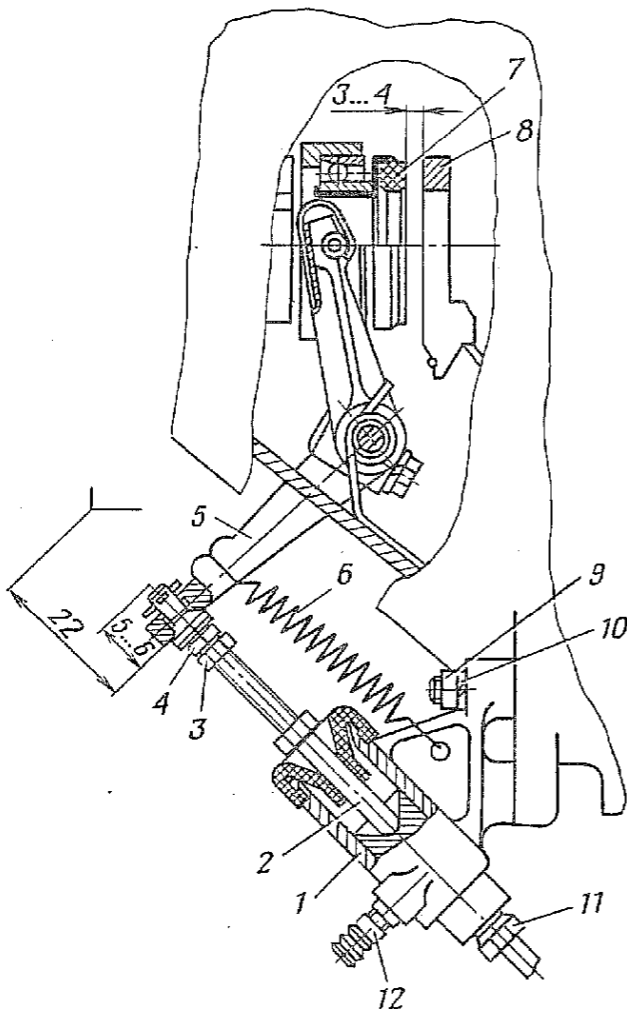

Рис. 53. Регулировка свободного хода привода выключения сцепления:
5.2. Снять оттяжную пружину 6 (рис. 53) с рычага 5 (плоскогубцы 150).
1.2. Снять с клапана 12 (рис. 53) цилиндра привода выключения сцепления колпачок, установить на клапан шланг для прокачки гидропривода тормозов, отвернуть клапан на 1,5—2 оборота и, нажимая на педаль сцепления, выкачать через шланг в чистую стеклянную емкость рабочую жидкость из привода выключения сцепления. Завернуть клапан 12 и снять с него шланг (ключ 8, шланг для прокачки гидропривода тормозов, емкость для рабочей жидкости, стеклянный сосуд 0,5 л).
2.1. Установить на шпильки картера сцепления цилиндр 1 (рис. 53), предварительно вставив толкатель 2 в отверстие цилиндра, и закрепить гайками 9 с пружинными шайбами 10. Установить оттяжную пружину 6 (ключ 12, плоскогубцы 150).